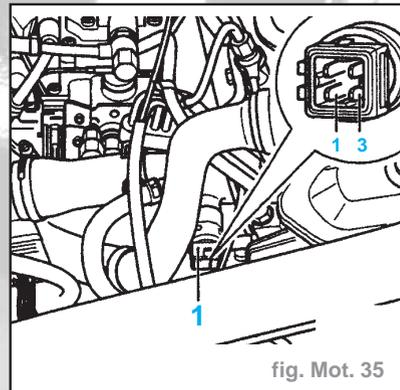

fig. Mot. 35
- Débrancher la fiche du transmetteur de température de liquide de refroidissement (**1**) (fig. Mot. 35).